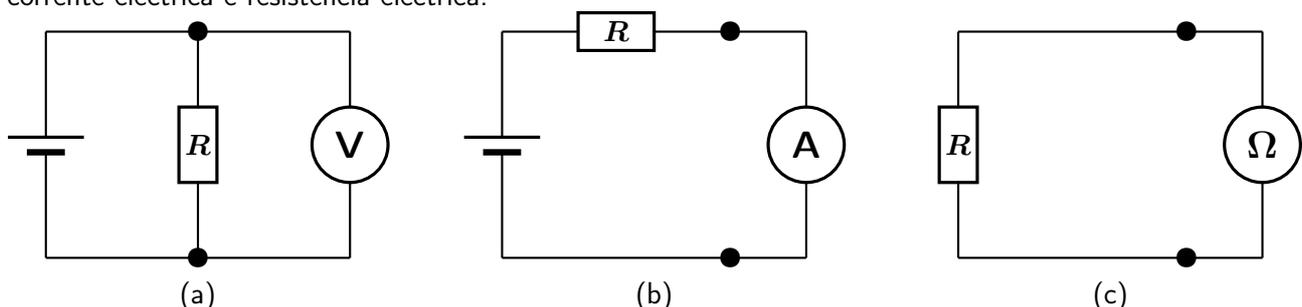

Figura 5: Esquemas de montagem para medidas de (a) tensão, (b) corrente eléctrica e (c) resistência eléctrica.
Os esquemas da figura 5 mostram como montar uma resistência de teste para medidas de tensão, corrente eléctrica e resistência eléctrica.
Para medir uma queda de tensão alternada (AC) ou contínua (DC) aos terminais de uma resistência coloca-se o selector do multímetro no modo correspondente à medição de tensões (V), AC ou DC, e liga-se a resistência em paralelo aos terminais do multímetro (figura 5.a)).
Para medir uma corrente AC ou DC que passa através de uma resistência coloca-se o selector do multímetro no modo de medição de corrente (A), **AC** ou **DC**, e liga-se a resistência em série com o multímetro (figura 5.b)) .
Para medir uma resistência coloca-se o selector do multímetro no modo de medição de resistência (Ω) e liga-se a resistência directamente aos terminais do multímetro (figura 5.c)) .